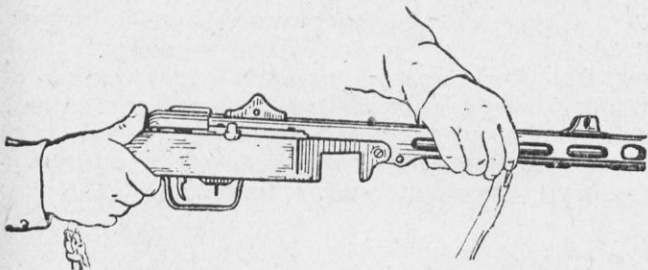
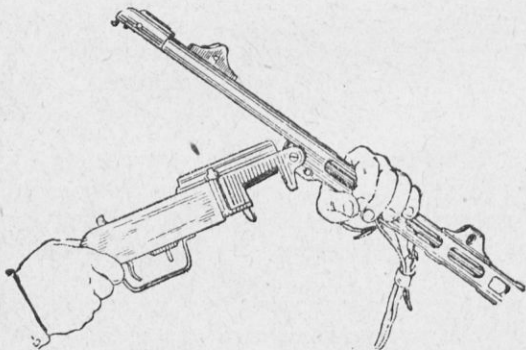

Рис. 31. Как открыть затворную коробку
Рис. 32. Как открыть затворную коробку
2. Открыть затворную коробку (рис. 31). Большим пальцем правой руки подать защёлку ствольной коробки вперёд, а левой рукой нажать на переднюю часть кожуха (рис. 32) и, как бы ломая, опустить кожух вниз.